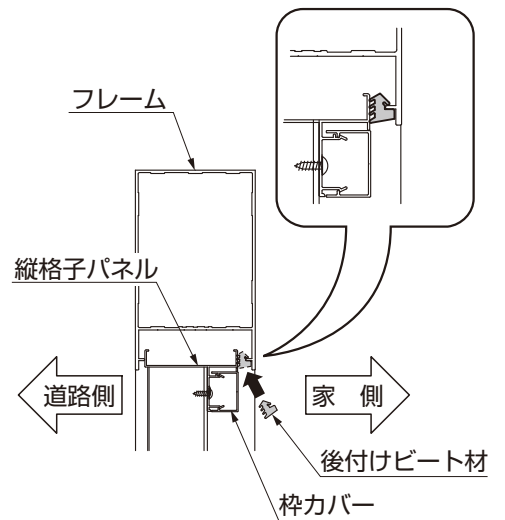

図5-6
- ③後付けビート材を縦格子パネルとフレームのすき間にはめ込んでください。(図5-6参照)
- ④余分な後付けビートを切詰めてください。